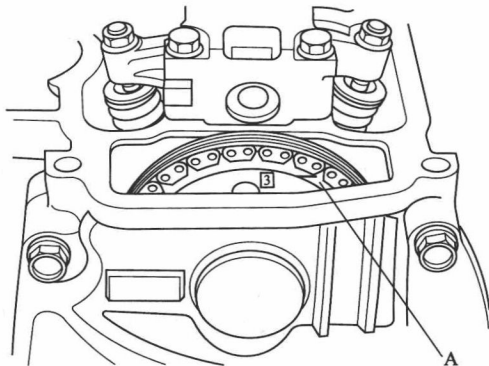

图 1-4 对准标记（2）
(8) 顺时针旋转曲轴。将凸轮轴链轮上的 3 号活塞 TDC 凹槽（A）与汽缸盖的顶部边缘对准，如图 1-4 所示。